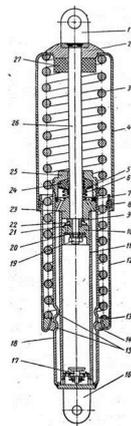

Рис. 56. Разрез пружинно-гидравлического амортизатора задней подвески:
**Устройство.** Пружинно-гидравлический амортизатор состоит из гидравлического демпфера и цилиндрической пружины, расположенной вокруг гидравлического демпфера и заключенной в два металлических кожуха (верхний и нижний) - рис. 56.
2. Приложив усилие к нижнему кожуху, сжать пружину и вынуть освободившиеся сухари (рис. 56).
Основной неисправностью, вызывающей стуки в гидравлическом амортизаторе, может быть утечка амортизаторной жидкости через резьбу гайки 25 сальника гидравлического цилиндра или через лабиринтное уплотнение 24 (рис. 56).
Утечка амортизаторной жидкости обнаруживается при внешнем осмотре амортизатора по подтекам внизу наружного корпуса гидравлического цилиндра (под сухарями). Утечка жидкости из амортизатора нарушает его нормальную работу и может привести к поломке пружины. Поэтому при обнаружении утечки амортизатор нужно снять с мотоцикла и устранить неисправность. Одновременно следует произвести замену жидкости, причем сразу в обоих амортизаторах (независимо от состояния второго амортизатора). При наличии утечки в первую очередь следует проверить затяжку гайки 25 сальника (рис. 56): если гайка легко поворачивается, то утечка, вероятно, была через резьбу. В этом случае, чтобы ликвидировать утечку, бывает достаточно затянуть гайку 25 на корпусе амортизатора.